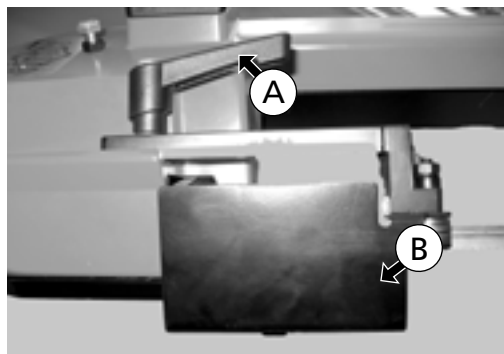

Fig. 48
3. Desserrer la poignée (A) et abaisser au maximum le guide de la lame (B) et le capot avant (fig. 48).